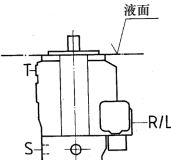

图 1
a) 当油箱的最低液面和泵的法兰面同高或更高时，《R/L》口，《T》口和《S》口可开放（见图 1）。